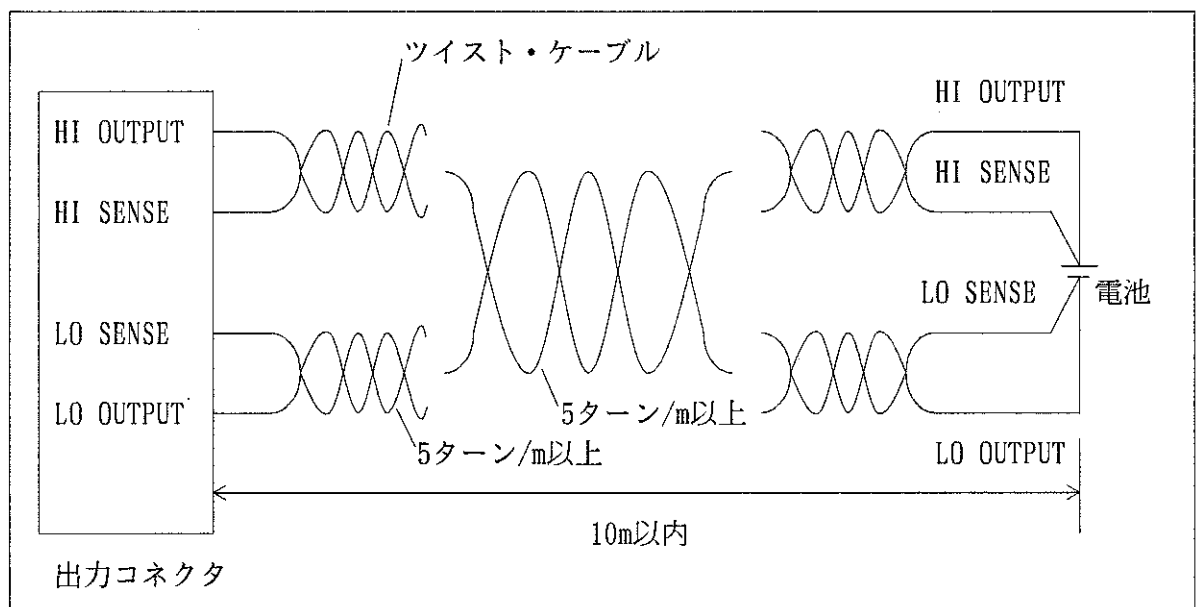

図1-5 電池との接続
- (1) 電池との接続は、[図1-5]に示すとおりOUTPUT-SENSEどうしをツイスト・ペアにすることを推奨します。